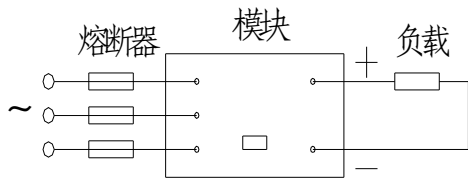

图8: 三相整流模块
(1) 把散热器和风机按通风要求装配于机箱合适位置。
(2) 在模块导热底板表面与散热器表面各均匀涂覆一层导热硅脂, 然后用四个螺钉把模块固定于散热器上, 四个螺钉用力要均等, 使模块底板与散热器表面紧密接触, 并避免拉裂塑料外壳。
(3) 用接线端头环带将铜线扎紧, 最好再浸锡。然后套上绝缘热缩管, 用热风或热水加热收缩。
(4) 将接线端头平放于模块电极上, 用螺钉紧固, 保持良好平面压力接触。模块与负载接线方法如图8~12所示。